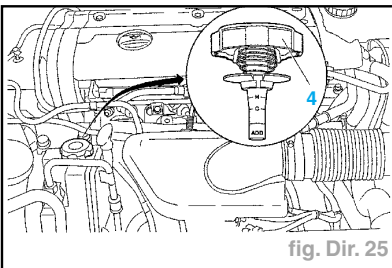

fig. Dir. 25
- la vis (1).
- Serrer la vis (1) à $2 \pm 0,2$ daN.m.
- Remplir le réservoir d'assistance de direction, jusqu'au repère (C) du bouchon (4) (fig. Dir. 25).
- Remplir le réservoir d'assistance de direction, jusqu'au repère (C) du bouchon (4).
- **H** Niveau maximum (à chaud) (fig. Dir. 25)